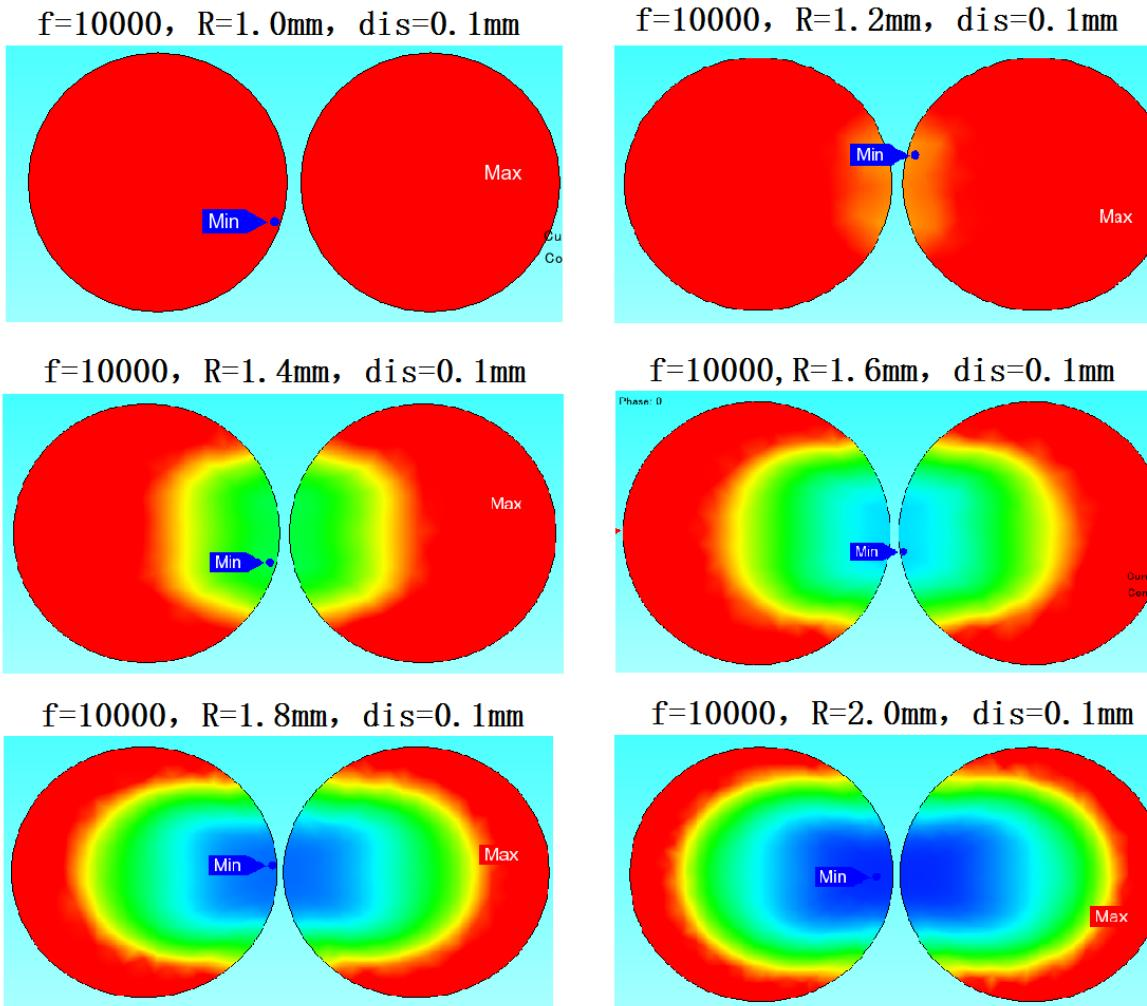

图12 $dis=0.1\text{mm}$ 时临近效应和导体距离曲线图
- ✓ 从左图可以看出，当导体半径在1.0以上（从图12可以看出一般导体小于1.0mm，临近效应几乎没有），随着导体增加，Pac/Pdc增大，进一步说明导体越大，临近效应加强。